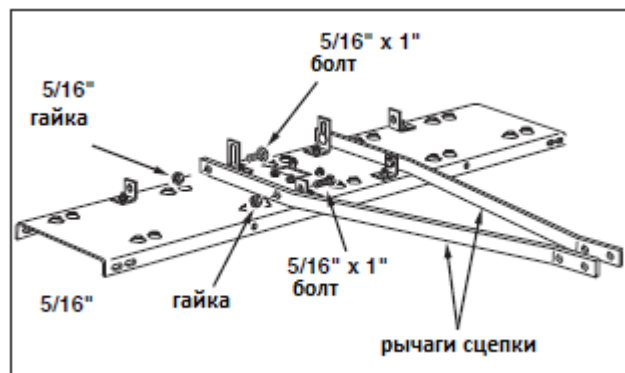

Рис. 3
5. Закрепите рычаги сцепки на внешней стороне угловых кронштейнов (передняя часть щитка) с помощью двух болтов 5/16" x 1" и гаек 5/16". **Затяните** и затем слегка **ослабьте** гайки. (рис. 3).
6. Закрепите рычаги на внешней стороне кронштейнов крепления (задняя часть щитка) с помощью двух болтов 5/16" x 1" и гаек 5/16". **Не затягивайте.** (рис. 3).